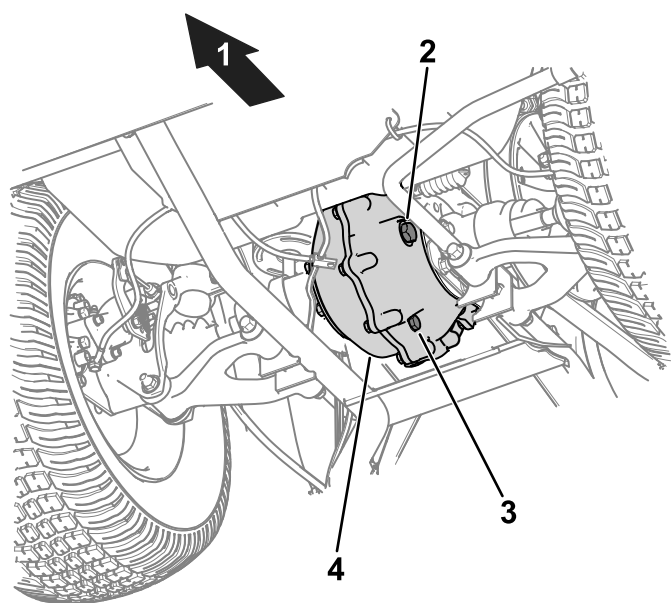

Figura 48
1. Retire el tapón de llenado del transeje (Figura 48).
2. Si el nivel de fluido es bajo, retire el tapón de llenado y añada el fluido especificado hasta que salga del orificio (Figura 48).
1. Coloque un recipiente debajo del tapón de vaciado (Figura 48).
2. Retire el tapón de llenado (Figura 48).
3. Retire el tapón de vaciado y deje que el aceite se drene completamente (Figura 48).